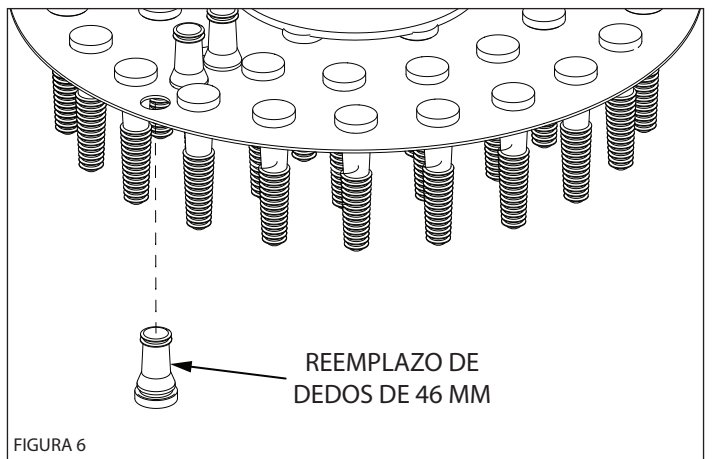

FIGURA 6
8. Inserte el dedo plucker 46 mm en la abertura en la parte inferior de placa de la pluma. **(CONSULTE LA FIGURA 6)**